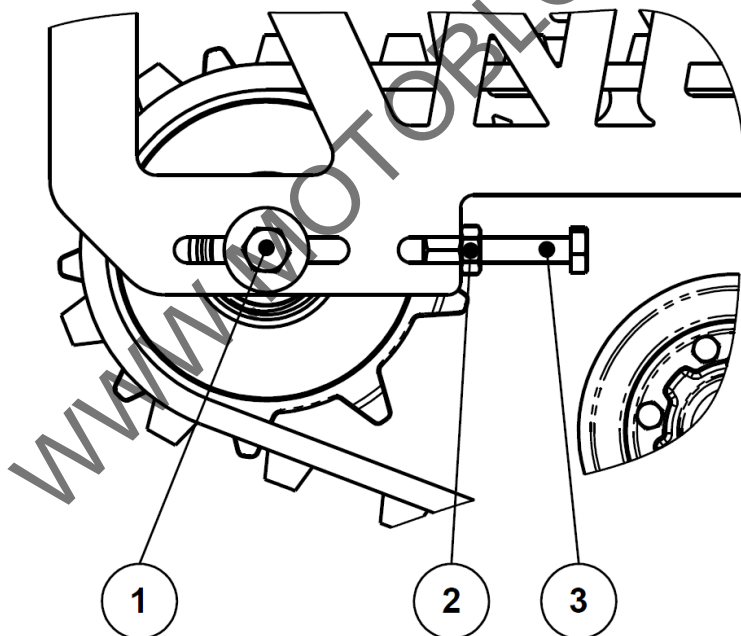

Рис.5 Натяжение гусеницы
- Ослабьте болты крепления заднего вала с двух сторон (Рис.5, поз.1).
- Ослабьте гайки фиксации болта натяжителя с двух сторон (Рис.5, поз.2)
- Отрегулируйте натяг гусеницы с помощью болтов натяжителя (Рис.5, поз.3).
- Затяните гайки фиксации болта натяжителя (Рис.5, поз.2)
- Затяните болты крепления заднего вала (Рис.5, поз.1).